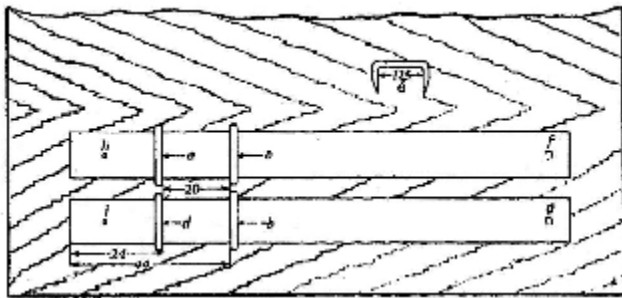
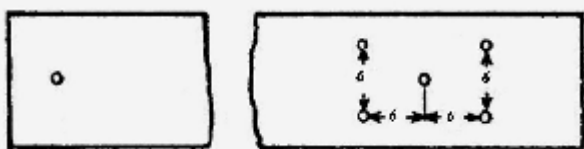

Abb. 15. Aufstiftung der Kornzangenteile auf das Feilbrett
Abb. 16. Anordnung der Bohrlöcher an der Kornzange
der größten Geschwindigkeit des Schwungrades durch Andrücken des tretenden Beines an das Rad. Hält der Lehrling es mit der Hand an, so werden häufig blutige Andenken an dieser die Folge sein, da die lederne Treibschnur mit einer Stahlklammer zusammengehalten wird. Endlich setzen wir einen Schruppstahl in den Support und erklären die Wirkungen der Längs- und der Tiefenspindel. Wir erleichtern es dem Lehrling, die Wirkung des Supports zu begreifen, indem wir auf der Tischplatte unter dem Support einige Zeichen einkratzen. Ein Blick auf die Abbildung 15 wird uns dies verdeutlichen: Es sind dort zwei Gruppen Pfeile *a* und *b* zu sehen, wobei das *T* bei *a* tiefer und das *A* bei *b* außen bedeutet. Diese Zeichen wird der Lehrling später in der Schule auf jedem Support angebracht finden und nicht, wie eben beschrieben, etwas auffallend auf der Werkstischplatte, und er wird jedenfalls darauf bedacht sein, später an seinem eigenen Support auch derartige Zeichen anzubringen. Jene Bewegungen muß der Lehrling gut einüben, ohne jedoch den Schruppstahl greifen zu lassen. Dann aber lassen wir den Stahl leicht angreifen. Der plötzlich einsetzende Ton des greifenden Stahles bringt aber die meisten Lehrlinge zum Erschrecken; voller Angst drehen sie an der Kurbel und meistens noch nach der verkehrten Richtung. Ein tiefer Riß und gar das Abspringen der auf gelackten Platte wird die Folge sein, wenn nicht mit der nötigen Ruhe und Aufmerksamkeit gearbeitet wird.
3. Beide Stücke mit einem Stahlstift verbinden. 4. Durch beide Stücke zugleich, 5 mm vom anderen Ende entfernt, ein Loch von 1,0 mm bohren (Abb. 146). Innenseite bezeichnen. 5. Beide Stücke nebeneinander mit Stiften durch die gebohrten Löcher auf dem Feilbrett befestigen (Abb. 15 bei *f*, *g*, *h*, *i*); 6. sie innen flach feilen und abziehen; vier Klammern biegen aus 1,2 mm Messingdraht (vergl. Abb. 15 bei *e*).
7. Die Stücke außen auf 44 mm Länge 10 mm stark feilen (vergl. Abb. 15); Klammern *a* und *b* ansetzen. 8. Bei beiden Teilen die Federung, 24 bis 44 mm vom Ende entfernt, auf 0,6 mm Stärke ausfeilen (vergl. Abb. 15); Klammern *c*, *d* ansetzen. 9. Die Stücke bei *h*, *i*, *f* und *g* wieder durch Stahlstifte verbinden. 10. Durch beide Stücke die übrigen vier Löcher bohren (Abb. 16) und auf 1,2 mm lichte